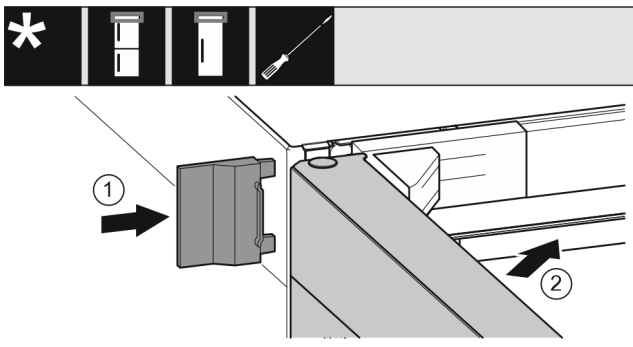

Fig. 24
- ▶ Äußere Abdeckung Fig. 24 (1) aufschieben.
- ▶ Obere Tür Fig. 24 (2) schließen.